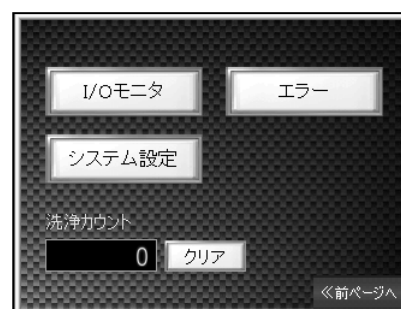

図 7-41
7. 5 メニュー(図 7-41)
- ・ メニュー画面(図 7-41)の **I/O モニタ** スイッチを押すと、I/O モニタ画面に切り替ります。
- ・ メニュー画面(図 7-41)の **システム設定** スイッチを押すと、システム設定画面に切り替ります。(図 7-42)
7. 5. 3 洗浄回数表示(図 7-41)
- ・メニュー画面(図 7-41)の「エラー」スイッチを押すと、エラーメニュー画面に切り替ります。(図 7-44)